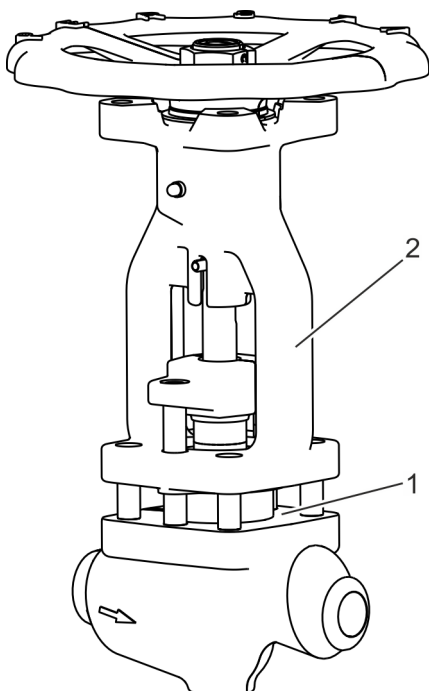

Fig. 24: Posicionar las tuercas
7. ➤ Posicione dos distanciadores de igual altura uno frente a otro entre el cuerpo de la válvula (Fig. 24/1) y el bonete (Fig. 24/2).